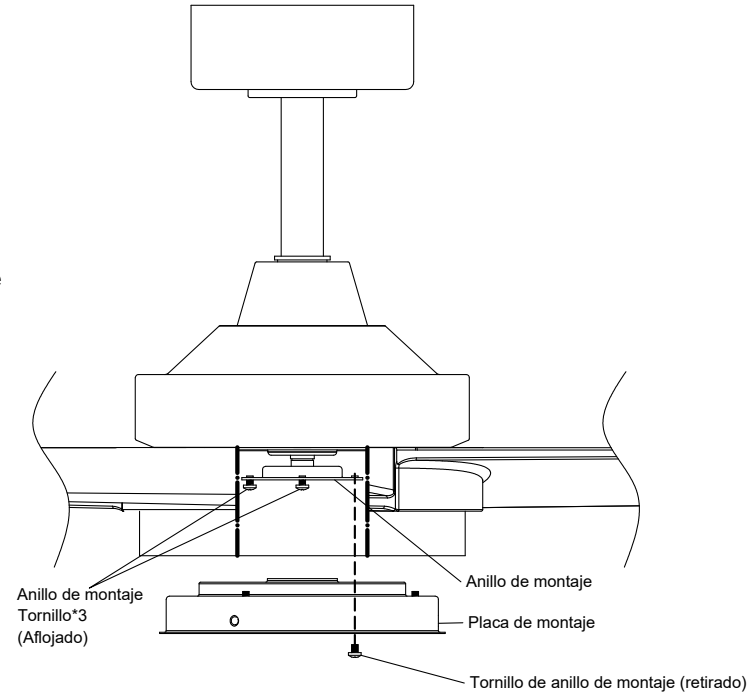

Fig. 16
Paso 1. Afloja 3 de los tornillos del anillo de montaje del anillo de montaje que está unido al eje del motor, y quita y guarda el cuarto tornillo del anillo de montaje. **(Fig. 16)**
Paso 2. Coloca los agujeros de las llaves en la placa de montaje sobre los 3 tornillos del anillo de montaje que se aflojaron en el anillo de montaje, y gira la placa de montaje (en sentido horario) hasta que se bloquee contra los tornillos del anillo de montaje en las secciones estrechas de las cerraduras. **(Fig. 16)**
Reinstala el cuarto tornillo de anillo de montaje que se había retirado antes y aprieta los 4 tornillos de anillo de montaje para asegurarlos. **(Fig. 16)**